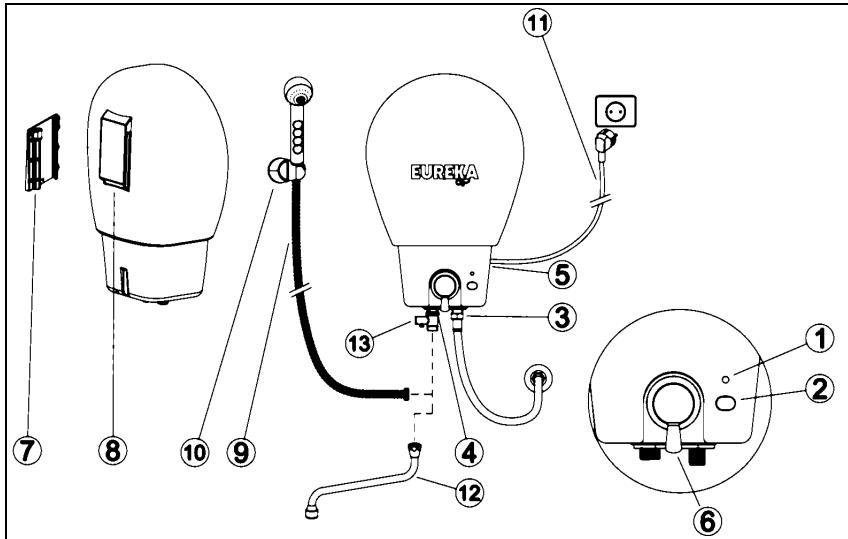
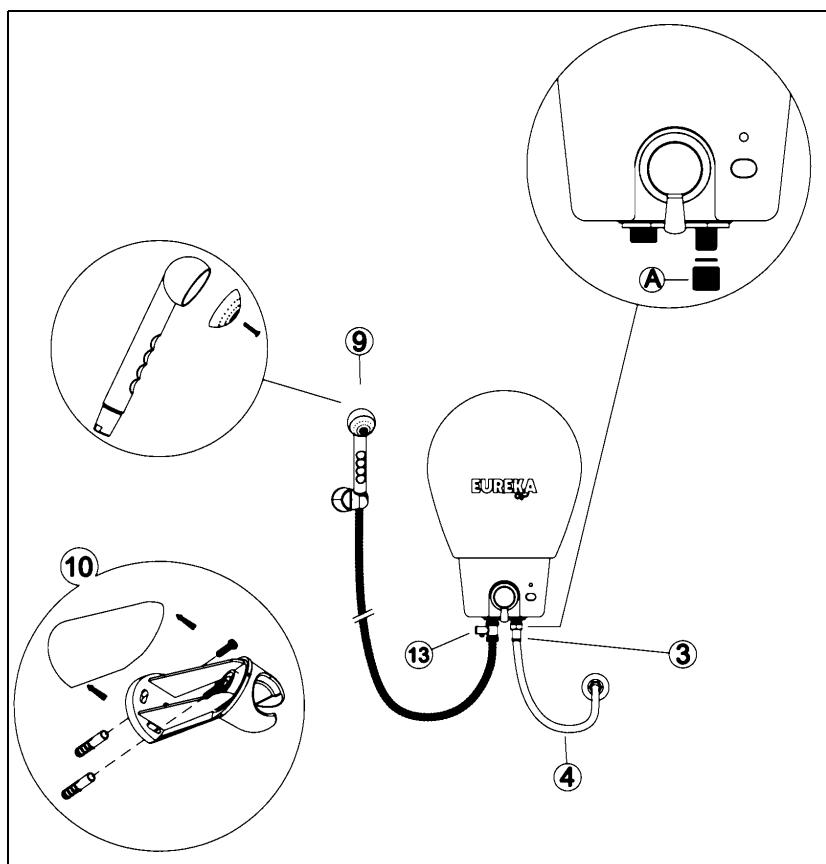

Рис.1
Рис.3
2- подсоединение к системе водоснабжения (рис. 3)
- c) Подсоединить подводящую трубу к входной трубе водонагревателя (3) посредством гибкой подводки (в комплектацию не входит). На подводящую трубку навернут переходник (A) на 1/2" с уменьшенным входным отверстием. Если давление воды на выходе водонагревателя будет недостаточным, то поменяйте его на такой же, но с большим диаметром входного отверстия (входит в комплект поставки).
- e) Подсоединить предохранительный клапан (13) к выходной трубе (4) водонагревателя (см. рис. 1).
- f) Подсоединить гибкий шланг с душевой насадкой (9) или кухонный излив (12) к предохранительному клапану (13), подсоединеному к выходной трубе водонагревателя (4).
- g) Закрепить держатель для трубки душа (10) на стене в желаемом положении (для моделей, в комплектацию которых он входит).
- i) Перевести рукоятку смесителя (6, рис.1) в положение "горячая вода" и открыть воду, потянув на себя ручку смесителя.
3- Подсоединение к электрической сети (рис.1)
ИНСТРУКЦИИ ПО ИСПОЛЬЗОВАНИЮ ВОДОНАГРЕВАТЕЛЯ EUREKA(рис.1)
2- Как пользоваться душем (рис.1)
Помимо этого, следует проводить очистку сетки душевой насадки (9, рис.3) или трубы излива (12, рис.1) всякий раз, как становится заметным наличие отложений накипи, препятствующих свободному стоку воды и создающих опасные перепады давления воды в рабочем баке.